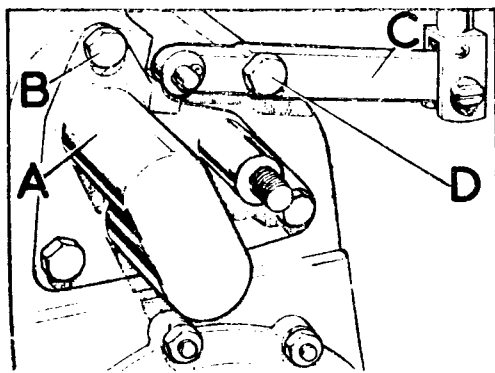

Fig. C1-51 Mandos de las barras correderas
- 1.1.1. Desmontar la palanca transversal, C, (Fig. C1-51) para la tracción total y separar el guardapolvos A, de las barras correderas, sujeta por los tornillos, B.